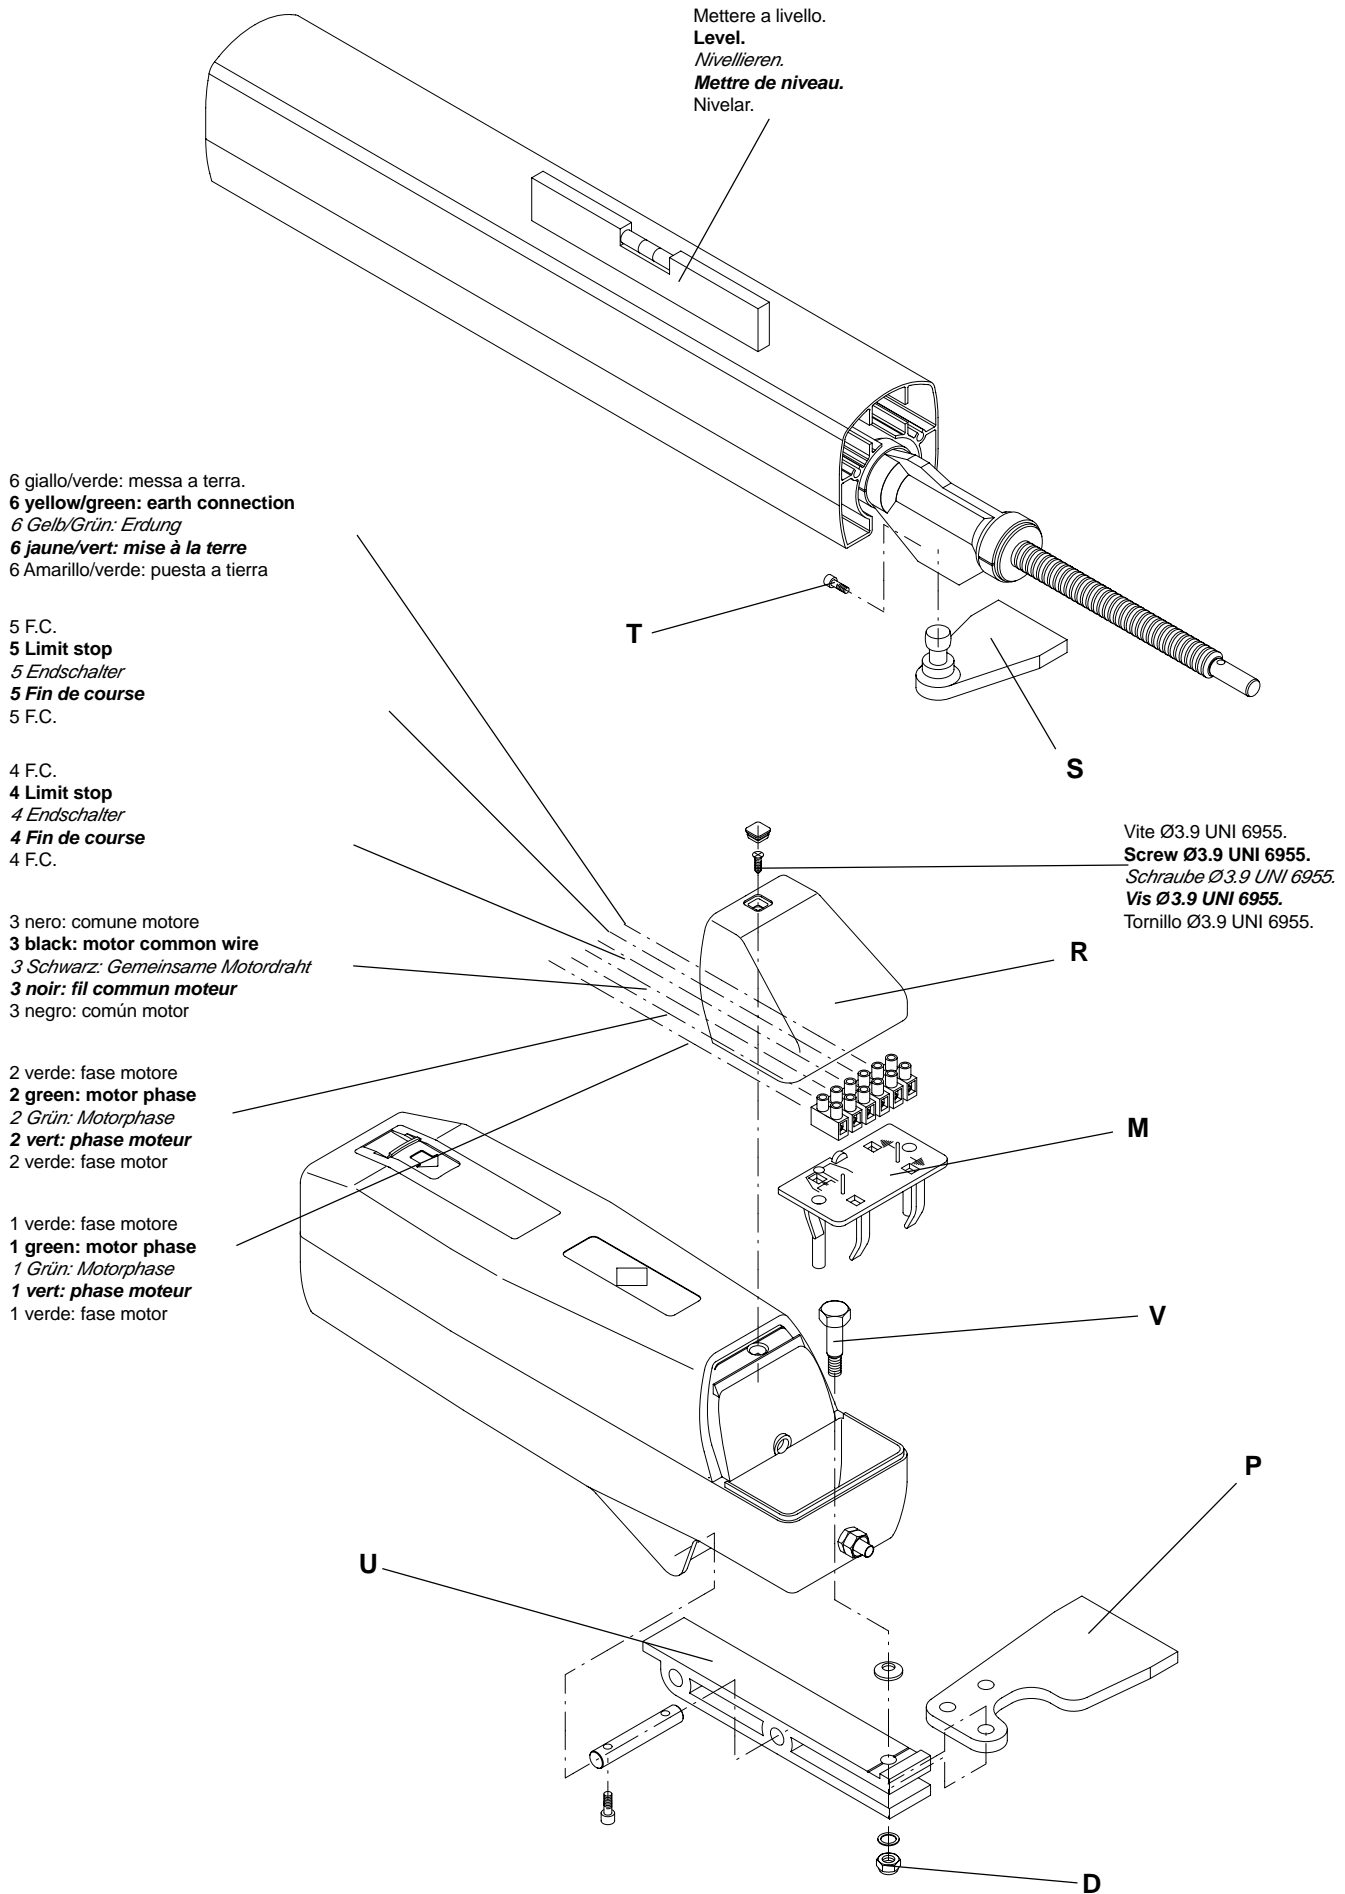

Fig.3
4.2 Con il portone in chiusura, saldare la staffa S allo stesso livello della piastra P (fig. 3) ad un traverso del portone o ad altro elemento adeguatamente robusto; tener presente che in questa condizione il pistone non deve essere totalmente a fine corsa.
4.2 When the gate is closing, weld the flask S at the same level of the plate P (fig. 3) to a gate ledger or to another stout element; please remember that in this condition the piston must not be totally at the end of its stroke.
4.2 Bei geschlossenem Tor den Bügel S auf gleicher Höhe mit der Platte P (Bild 3) an einen Querträger des Tores oder an einen anderen entsprechend festen Teil schweißen und dabei bedenken, daß der Kolben in diesem Zustand nicht ganz auf Endanschlag stehen darf.
4.2 Avec le portail en fermeture, souder la patte S au même niveau de la plaque P (fig. 3) à une traverse du portail ou à un autre élément de robustesse adéquate: veuillez tenir compte que dans cette condition le piston ne doit pas être totalement en fin de course.
4.2 Con la puerta cerrada, soldar la pletina S al mismo nivel de la placa P (fig. 3) a un travesaño de la puerta o a otro elemento adecuadamente robusto; se debe tener en cuenta que esta condición el pistón no debe estar totalmente en el final de carrera.